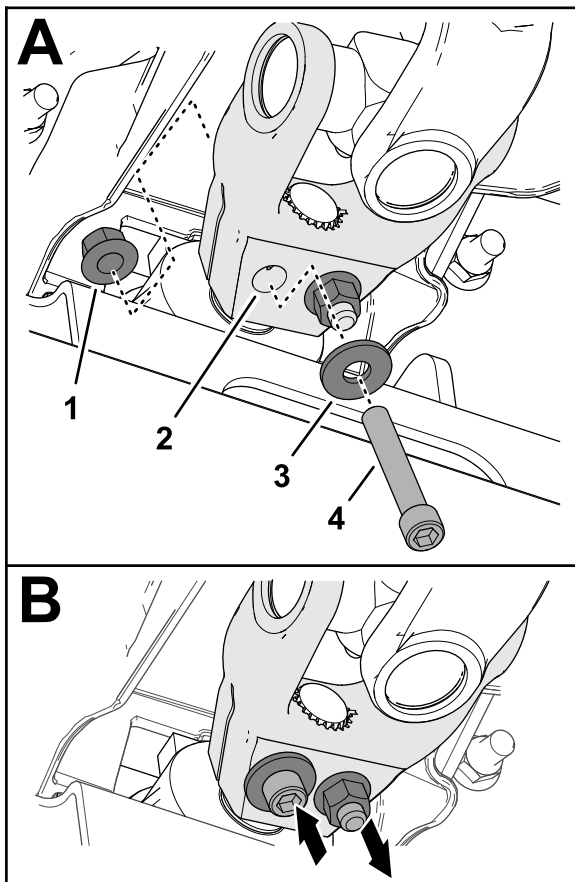

Figure 17
6. Insérez une vis à tête creuse ( $\frac{3}{8}$ " x  $2\frac{1}{4}$ " ) dans une rondelle ( $\frac{3}{8}$ " ) et dans le trou de la chape de l'arbre d'entraînement (Figure 17), et fixez la vis en place avec un contre-écrou à embase ( $\frac{3}{8}$ " ).
- Insérez une vis à tête creuse (3/8" x 2 1/4") dans une rondelle (3/8") et dans le trou de la chape de l'arbre d'entraînement en passant par l'autre côté (Figure 17), et fixez la vis en place avec un contre-écrou à embase (3/8").